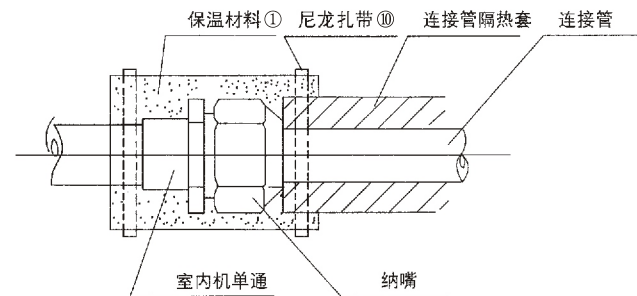

图8
- 3 管道安装后用附件①保温材料包住所有扩口管连接部分，如图8。